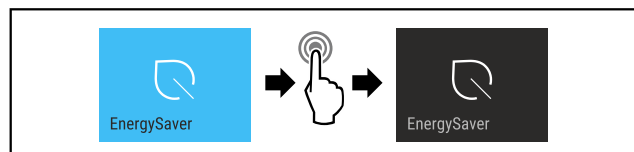

Fig. 17
- ▶ Handlungsschritte (siehe Fig. 17) durchführen.